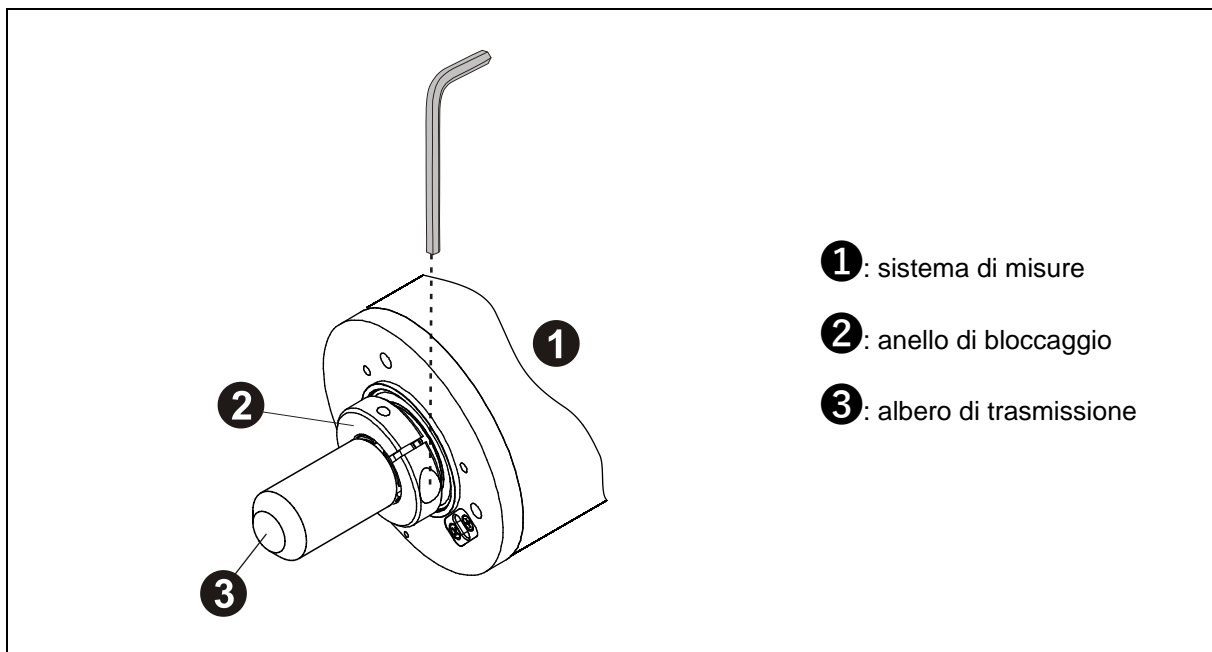

Figura 10: Impegno per attrito
- Lo slittamento assiale del sistema di misurazione sull'albero di trasmissione deve essere impedito fissando l'anello di serraggio, vedi Figura 10.